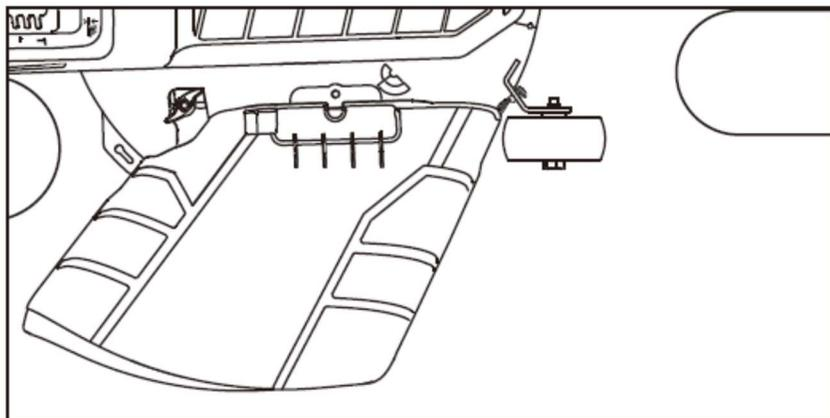

Fig.8D
4. Asegúrese de que el borde inferior de la cubierta de mantillo esté anidado dentro del labio exterior de la cubierta antes de bajar el conducto de descarga lateral. (Fig. 8D)